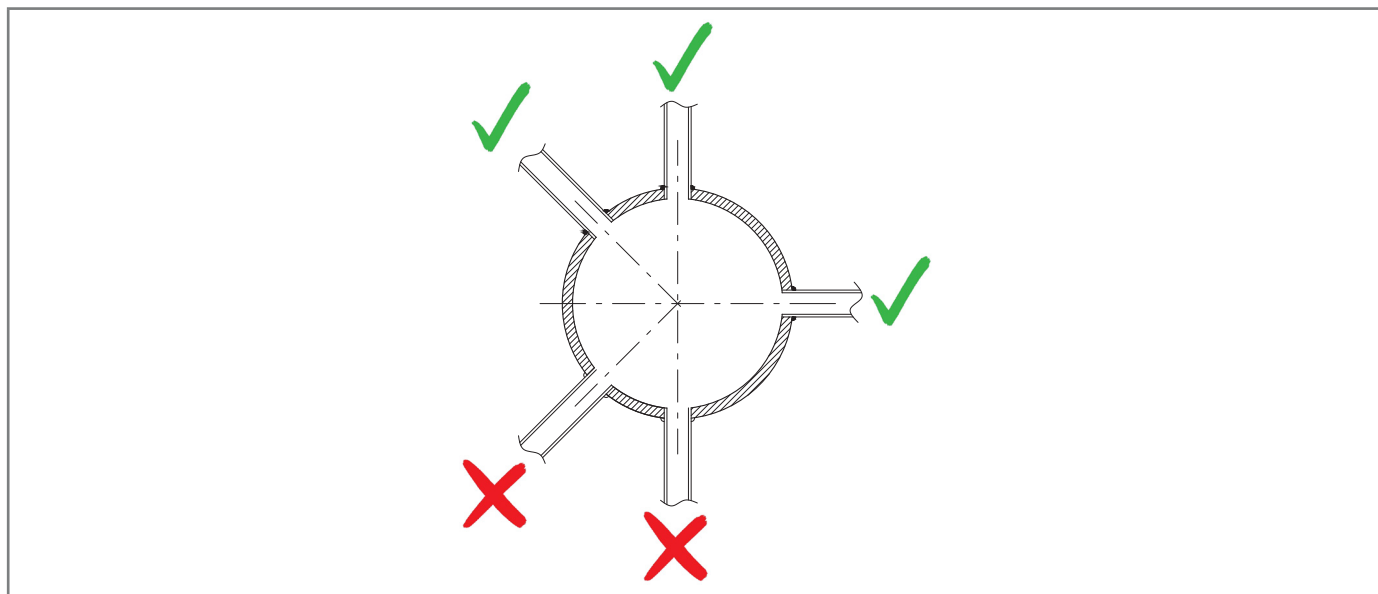

Рис. 6.17. Приваренные крепления на трубопроводе
- фитинги пневматического соединения всегда привариваются к верху или к горизонтальной оси самой трубы (см. рис. 6.17);